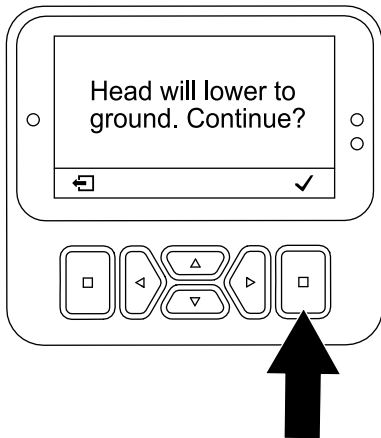

Figura 107
7. En la pantalla Head Will Lower (El cabezal se bajará) (Figura 107), pulse el botón de selección.